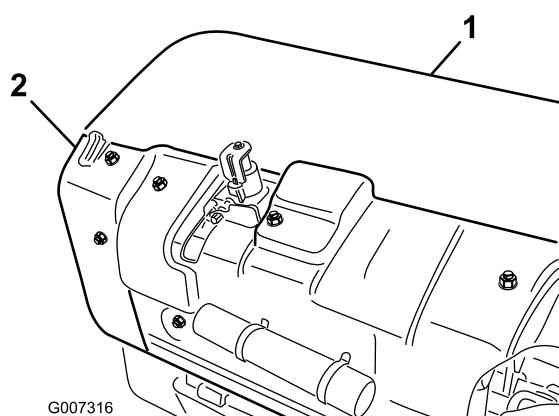

Figura 31
1. Retire la cubierta trasera del cabezal de perforación (Figura 31).
2. Retire los pernos de montaje del protector de la polea y retire el protector (Figura 31).